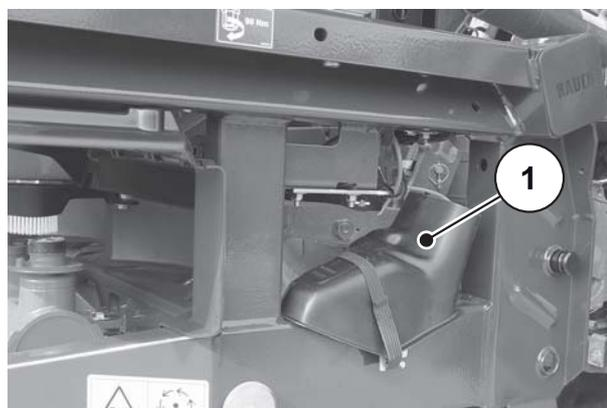

Рисунок 9.3: Положение лотка для пробной установки нормы внесения
- Подготовьте лоток для пробной установки нормы внесения. См. Рис. 9.3.